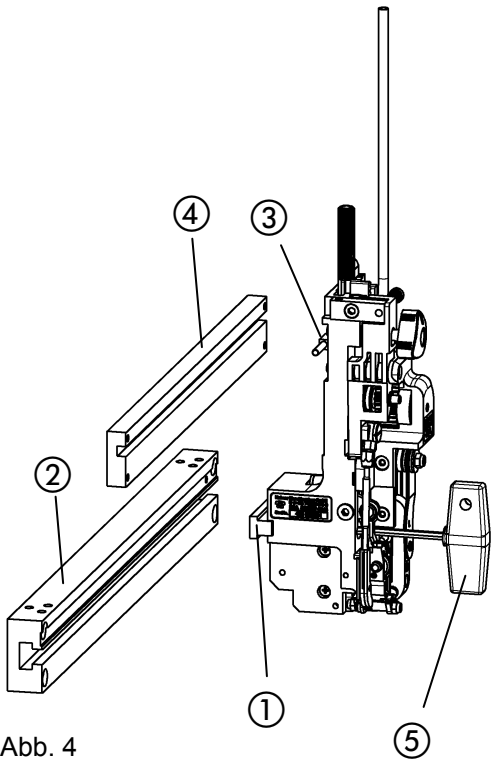
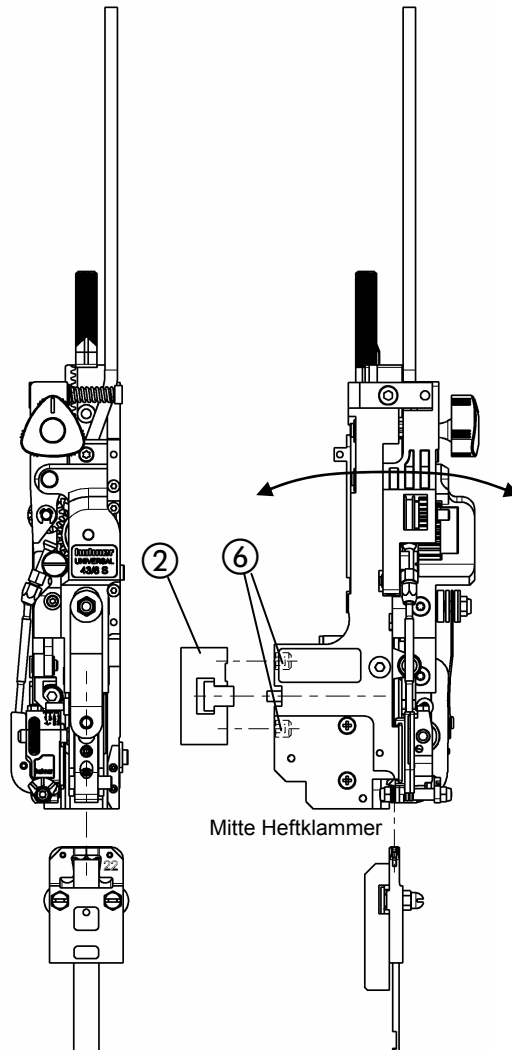

Abb. 4
Abb. 5
- Abb. 4 -
- Nutenstein ① mit Inbusschlüssel SW4 ⑤ von Heftkopf abschrauben.
- Nutenstein seitlich in die Heftkopfaufnahme ② einführen.
- Heftkopf in Heftkopfaufnahme einsetzen, dass die Mitnehmernase ③ in den Hubbalken ④ eingesetzt werden kann und Nutenstein in den Heftkopf passt. Der gelbe Kunststoffstift ⑦ in der Mitnehmernase ③ dient als optische Einbauhilfe.
- Abb. 4, Abb. 5 -
- Nutenstein ① mit Inbusschlüssel ⑤ lösen.
- Nutenstein mit Inbusschlüssel in Heftkopfaufnahme ② fixieren.
- Abb. 5 -